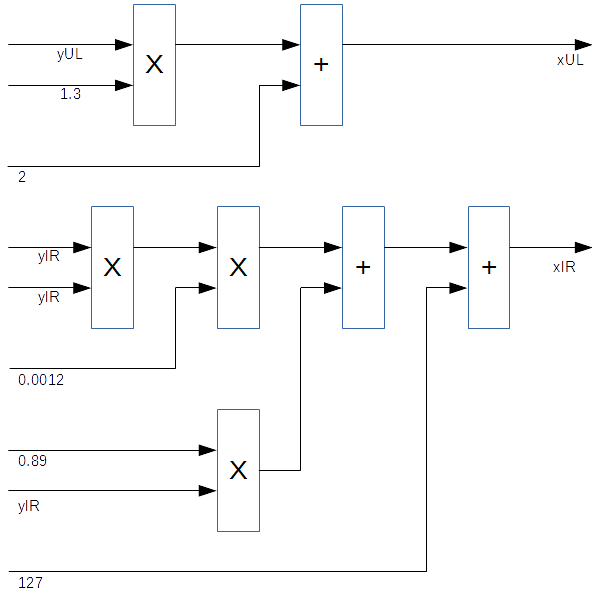

Figura 2. Diagrama com a arquitetura do calculador de distâncias.
1) *Arquitetura: Calcula Distâncias:* A Figura 2 demonstra a arquitetura do componente responsável por calcular as distâncias mensuradas pelos sensores dadas as suas tensões de saída.